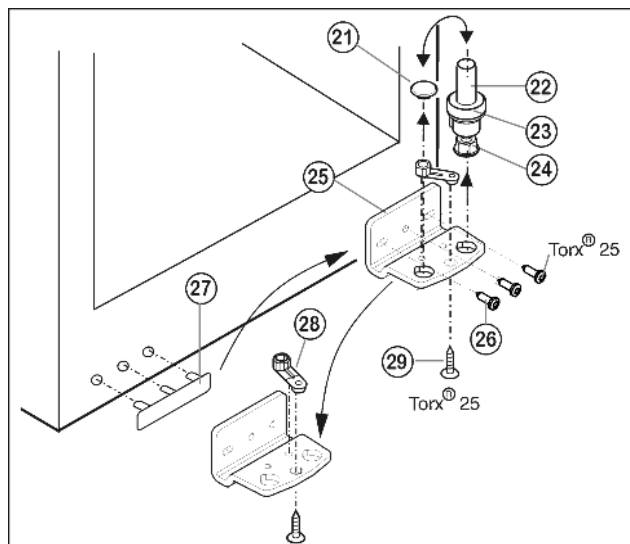

Fig. 5
- Извлеките опорный винт Fig. 5 (22) в комплекте с шайбой Fig. 5 (23) и регулируемой опорой Fig. 5 (24), вытягивая его вверх.
- Снимите пробку Fig. 5 (21).
- Открутите Fig. 5 (26) опорный кронштейн Fig. 5 (25).
- Открутите Fig. 5 (29) опорную деталь Fig. 5 (28) и, переставив в отверстие на противоположной стороне опорного кронштейна, снова прикрутите.
- Осторожно снимите и переставьте на противоположную сторону крышку со стороны ручки Fig. 5 (27).
- Снова прикрутите опорный кронштейн Fig. 5 (25) на новую сторону шарнира (с моментом 4 Нм). При необходимости используйте аккумуляторный шурупверт.
- Переставьте пробку Fig. 5 (21) в свободное отверстие.
- Вновь установите опорный винт Fig. 5 (22) в комплекте с шайбой и регулируемой опорой. При этом фиксатор должен быть направлен назад.
- Установите дверцу сверху на нижний опорный палец Fig. 5 (22).
- При необходимости выровняйте дверцы через два продольных паза в нижнем опорном кронштейне Fig. 5 (25) параллельно корпусу устройства. Для этого выкрутите средний винт.